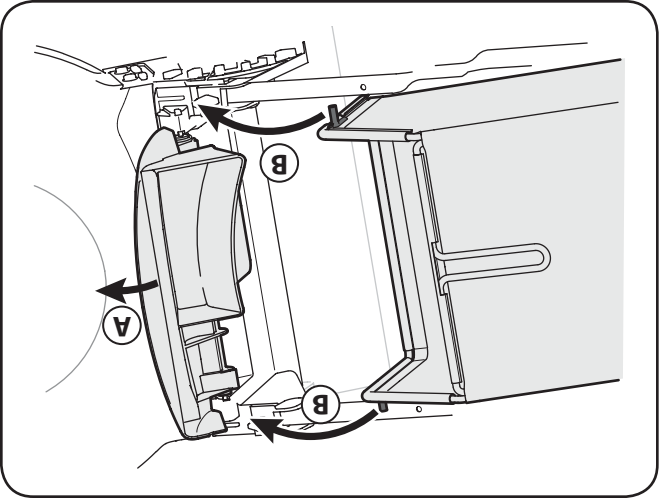

Figure 3-8
- Installez le sac à herbe dans les fentes aménagées dans les supports du guidon, comme à la Figure 3-8.